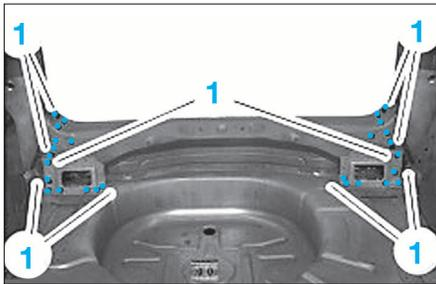

FIG. 95
- Meuler les points de soudure (1) (Fig.95).
- Souder par résistance par points les points (1) (Fig.95).